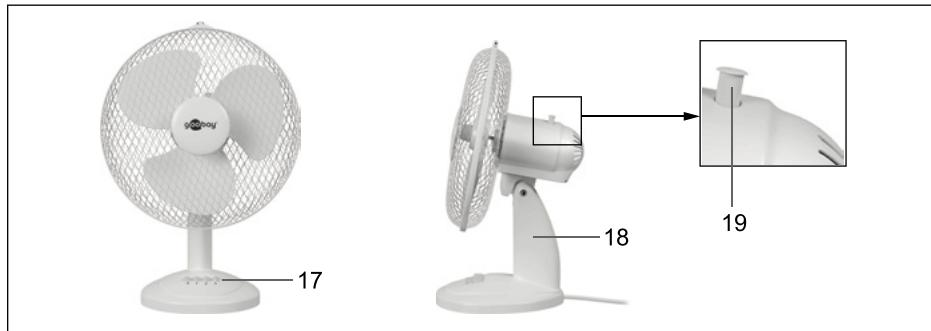

Fig.6: Fertig montierter Tischventilator
1. Fassen Sie den Ventilator nur am Sockel (18, Abb. 6) an und stellen Sie ihn auf eine staubfreie, stabile und horizontale Oberfläche.
Die Gebläsestärke kann in 3 Stufen durch Drücken der Duck-tasten 0-3 (17, Abb. 6) eingestellt werden:
EIN: Drücken Sie den Stift zur Rotationseinstellung (19, Abb.6) in das Motorgehäuse.